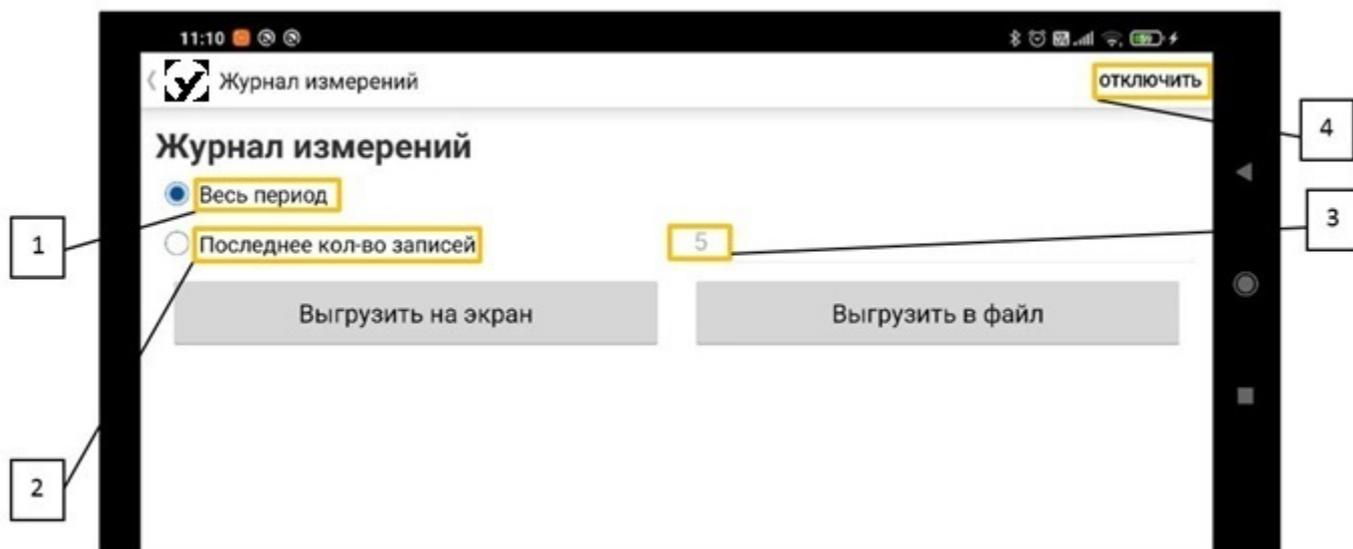
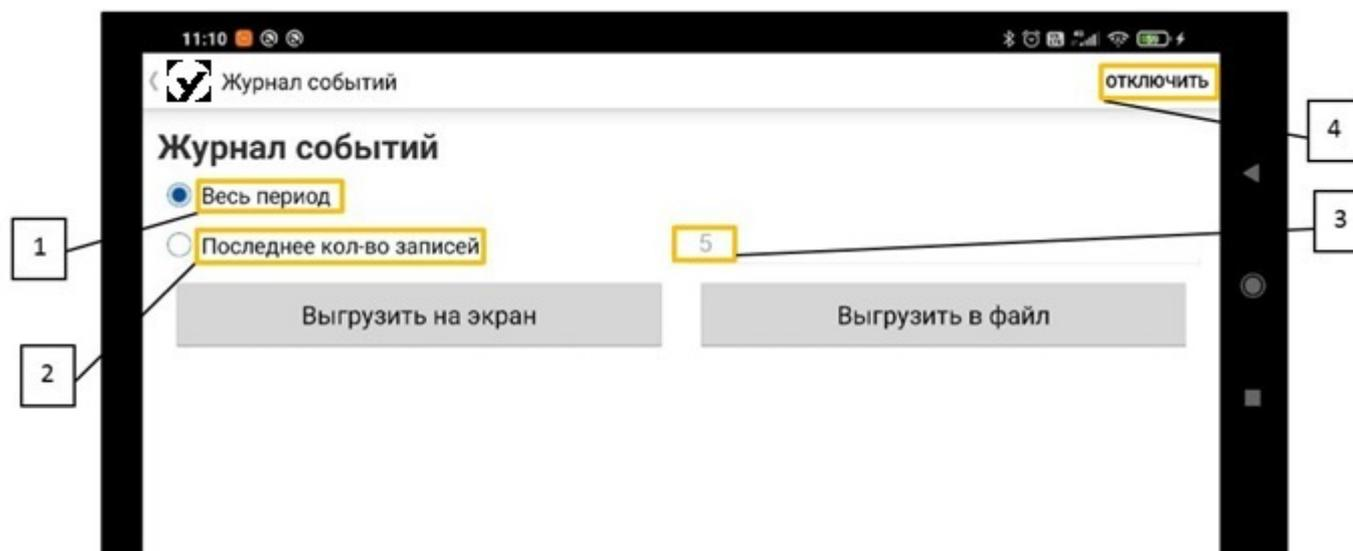

Рисунок 35 – Окно «Настройки»: вкладка «Журнал измерений»
Рисунок 36 - Окно «Настройки»: вкладка «Журнал событий»
2.3.2.8.5 Описание вкладок «Журнал измерений» (рисунок 35) и «Журнал событий» (рисунок 36).